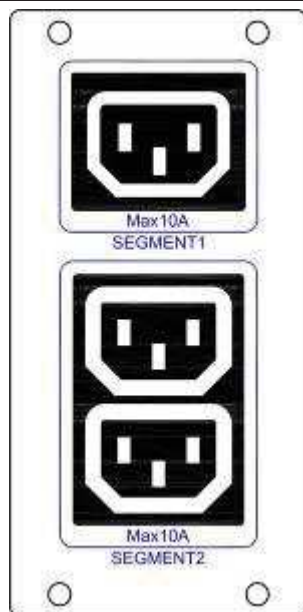

FIG.25 Segmenti di carico
2. Rimuovere i cavi di collegamento tra box batteria e UPS. Allentare la vite del deflettore del pacco batteria come mostra la Fig. 25, quindi rimuovere il deflettore da